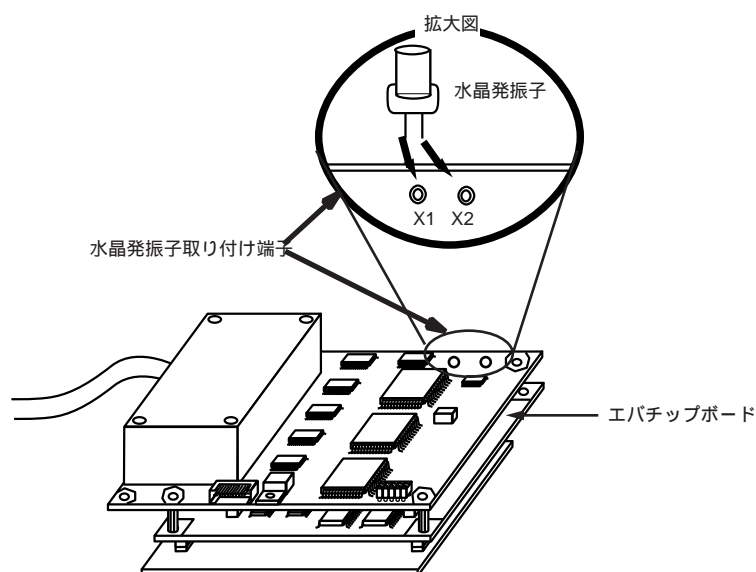

図2.4 水晶発振子の実装方法
2. エバチップボードにある水晶発振子取り付け端子に水晶発振子を実装してください。(図2.4参照)